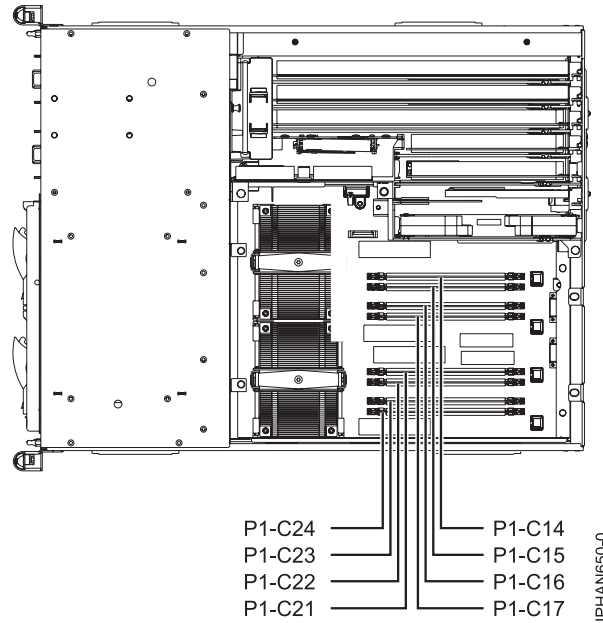

Figure 16. Emplacements des logements de module de mémoire
9. Déterminez les logements dans lesquels les modules de mémoire seront placés. Chaque système comporte huit logements de module mémoire. Voir figure 16, à la page 21 pour les emplacements des modules de mémoire dans le système. Les modules de mémoire doivent être insérés dans les logements de la manière indiquée dans les tableau 3.